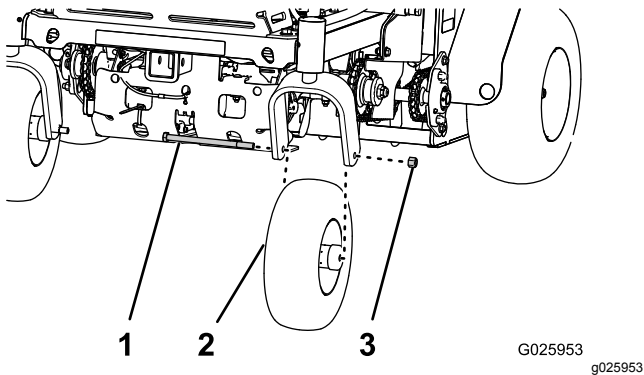

Figura 27
3. Retire la tuerca y el perno de la rueda, y retire el conjunto de la rueda giratoria de la horquilla (Figura 27).
1. Alinee el orificio del eje del conjunto de la rueda giratoria entre los orificios de la horquilla de la rueda giratoria (Figura 27).
2. Sujete la pieza a la horquilla con la tuerca y el perno de la rueda (Figura 27) que se retiraron en el paso 3 de Retirada del conjunto de la rueda giratoria \(página 32\).